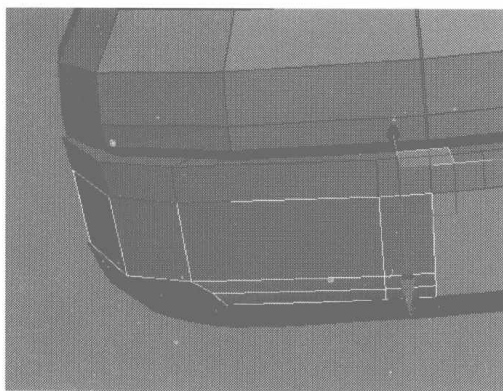
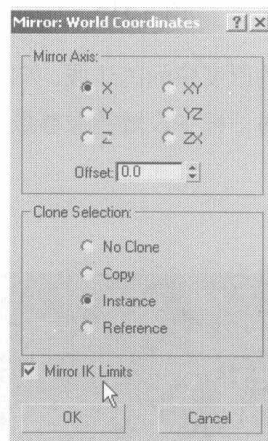

图 4.322
图 4.323
- 07 取消所有编辑，选择如图 4.322 所示的面，单击工具栏中的 按钮，在弹出的对话框中设置镜像参数，如图 4.323 所示，将选择的面进行镜像。